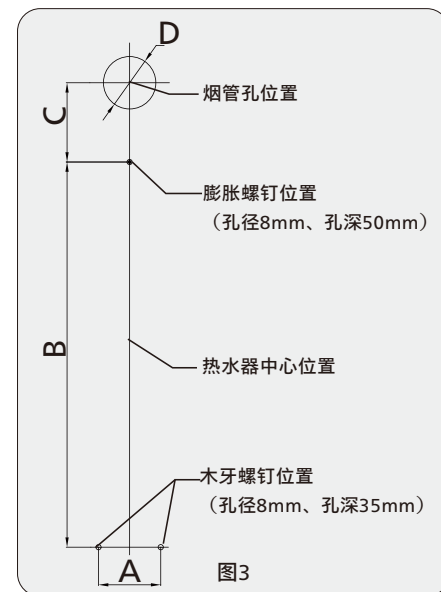

图3
- 2、按图3位置和要求钻孔，所钻的孔应能保证热水器安装后垂直；